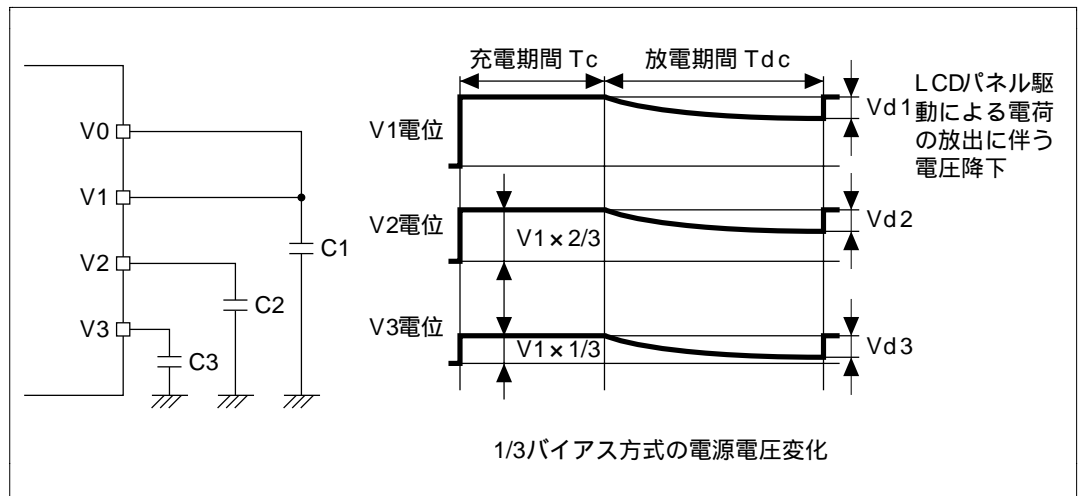

図 13.14 低消費電力LCD駆動方式動作例
1. 図 13.14 に示すように、LCD 電源端子の  $V_1$ 、 $V_2$ 、 $V_3$  にコンデンサを外付回路として接続します。
2.  $V_1$ 、 $V_2$ 、 $V_3$  に接続されたコンデンサは図 13.14 に示すような周期で充電と放電を繰り返し、電位を保持します。
1. 図中の充電期間  $T_c$  の間、 $V_1$ 、 $V_2$ 、 $V_3$  端子には図 13.14 に示すような電位 ( $V_2$  は  $V_1$  の  $3$  分の  $2$ 、 $V_3$  は  $V_1$  の  $3$  分の  $1$  の電位) が内蔵分割抵抗により分圧され、外付コンデンサの  $C_1$ 、 $C_2$ 、 $C_3$  を充電します。この期間も LCD パネルは駆動されています。
4. このようにして  $V_1$ 、 $V_2$ 、 $V_3$  に接続されたコンデンサは図 13.14 に示すような周期で充電と放電を繰り返し、電位を保持しながら LCD パネルを駆動続けます。